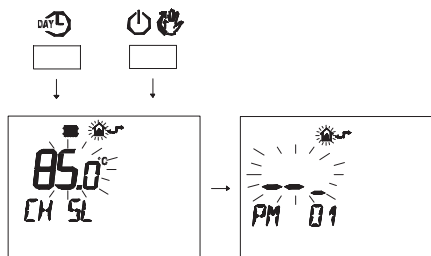

Figura 5.50
- Premere contemporaneamente i pulsanti DAY L e P per entrare nella programmazione trasparente (Figura 5.50).